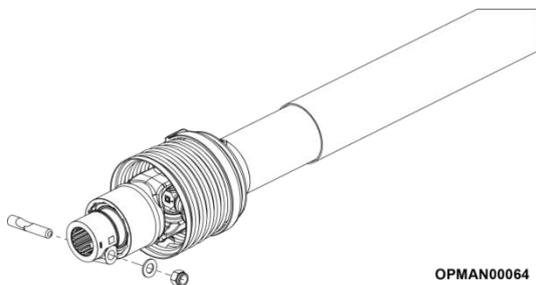

Figure 4.11 – Retrait de la goupille conique
4.5.1.1 Commencez par retirer la goupille conique, la rondelle plate et l'écrou du côté tondeuse rotative de l'arbre de PDF d'entrée. Voir la Figure 4.11.
- 4.5.1.8 Pour déposer complètement l'arbre, retirez la goupille conique, la rondelle plate et l'écrou du côté tondeuse rotative ; voir la Figure 4.11.